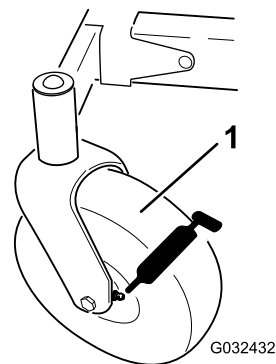
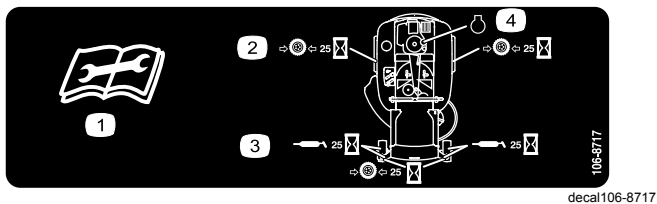

Рисунок 34
Рисунок 35
3. Очистите масленки (Рисунок 34 и Рисунок 35) ветошью.
4. Присоедините смазочный шприц к каждой масленке (Рисунок 34 и Рисунок 35).